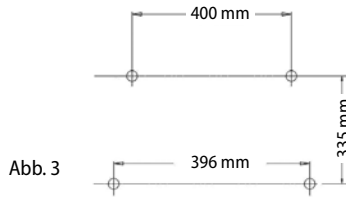

Abb. 3
1. Entsprechend der Abb. 3 markieren Sie auf der Wand im Abstand von 335 mm zwei waagerechte Striche.